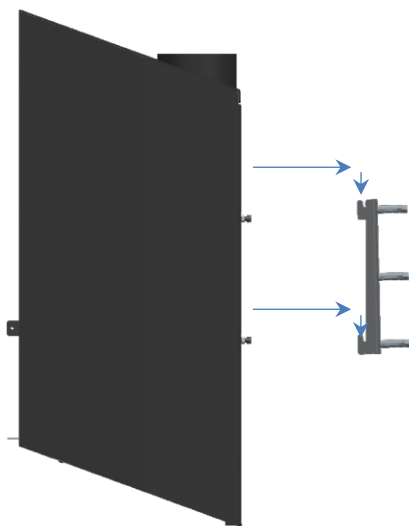

Figure 23 - Positionnement du poêle sur les supports muraux
4. Enfin, placez le poêle sur les supports muraux (D) installés précédemment. Pour ce faire, vous devez d'abord positionner le poêle sur le support, puis laisser tomber l'équipement jusqu'à ce qu'il s'insère dans les rainures des deux supports, Figure 23.